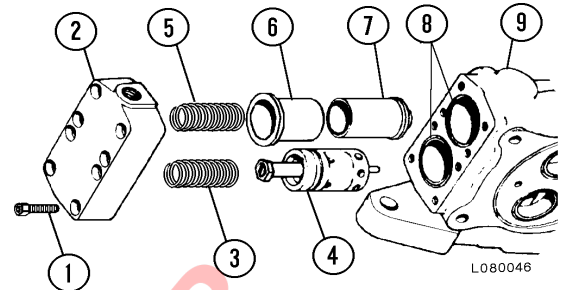

FIGURA 10-13. SECCIÓN DE ENTRADA
- c. Desconecte el tubo de la cubierta de entrada (2, Figura 10-13). Desconecte la(s) manguera(s) en el puerto superior.
- d. Retire los tornillos (1) y la cubierta (2). Retire el resorte (3) y la válvula de alivio (4).
- e. Instale la válvula de alivio (4) nueva, el resorte (3), la cubierta (2) y los O-rings (8) nuevos. Instale y apriete los tornillos (1). Conecte el tubo al acople en la cubierta (2). Instale la(s) manguera(s) en el puerto superior.